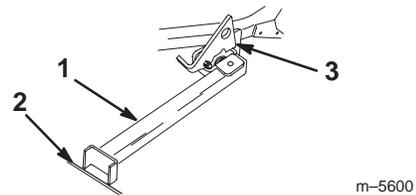

Figure 31
4. Posez le pied du support sur le sol et appuyez le verrou sur la languette de pivot (Fig. 31).
Remarque : Pour de meilleurs résultats, placez le pied du support dans des anfractuosités du trottoir ou du gazon (Fig. 31).
6. Montez la machine sur le support. Arrêtez-vous quand le verrou retombe sur la languette en position verrouillée (Fig. 31). Lorsque la machine est sur le support, serrez le frein de stationnement et arrêtez le moteur.